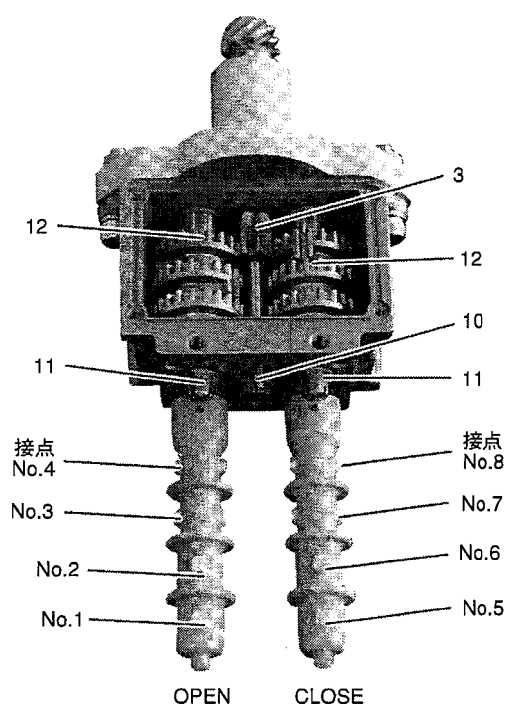
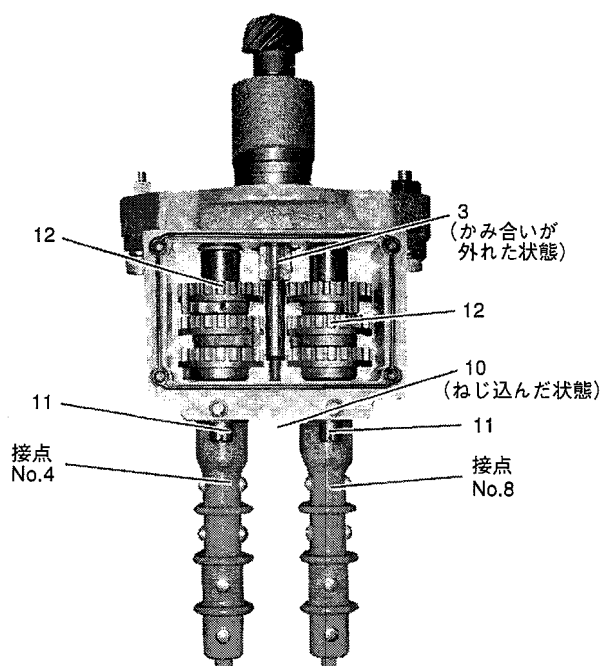
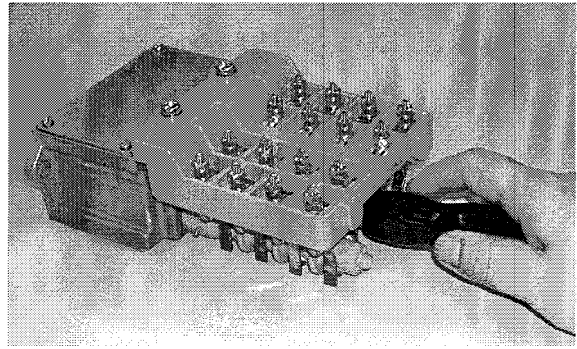

図5.2.2
図5.2.4
図5.2.5
- ・⑩セッティングロッドを図5.2.5のようにドライバでねじ込み、③ドライブピニオンとの噛み合いを外します。(図5.2.4参照)
- ・現在の接点の状態がONならば、手順2で確認した方向へ、ドライバで⑪ギアシャフトを回し、ロータが90°回転して接点No.8がOFFに動作したところで止めます。
- ・現在の接点の状態がOFFならば、手順2で確認した方向と逆にドライバで⑪ギアシャフトを回し、ロータがONになる位置を通過するまで回した後、手順2で確認した方向に⑪ギアシャフトを回し、接点No.8がOFFに動作したところで止めます。
- ・⑩セッティングロッドをドライバで止まるまで左へ回し、③ドライブピニオンと⑫インタミットギアが噛み合う状態に戻します。(図5.2.2参照)
- ・⑪ギアシャフトをドライバで左右に軽く回してみ、正しく噛み合っている(開閉両側の⑪ギアシャフトが回らない)ことを確認してください。以上で、閉側の調整を終了します。